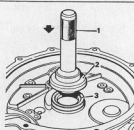

Abb. F.24
48. Neues Primärrad-Öldichtung mit Werkzeug 18G 134 und 18G 134BC, Abb. F.24, in das Schwerganggehäuse einstecken.